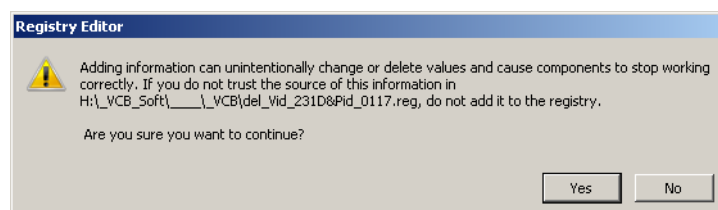

Рис. 2.5.
2. Чтобы завершить удаление устаревшей информации, запустите на выполнение редактор реестра с подготовленными данными. Для этого достаточно выполнить двойной щелчок левой кнопкой мыши по имени файла экспорта реестра и разрешить системе внести изменения в реестр (рис. 2.5).